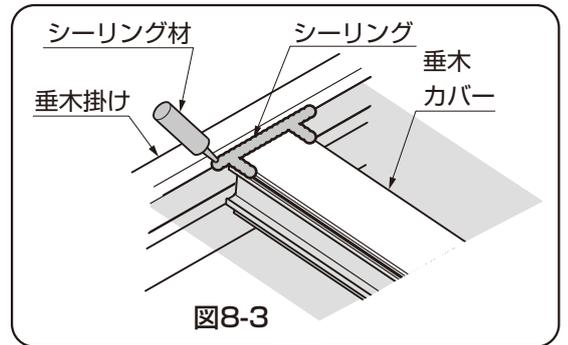
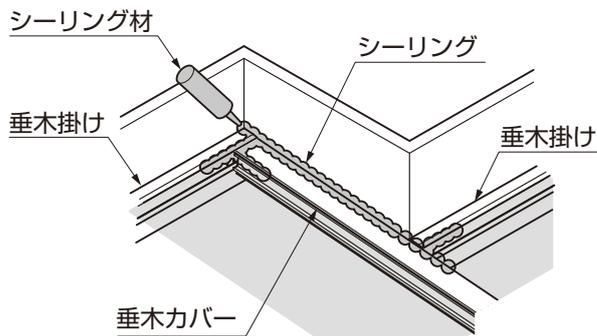

図8-3
図8-9 出幅違いの場合
- ① 垂木カバーにシーリングしてください。（図8-3、図8-9参照）